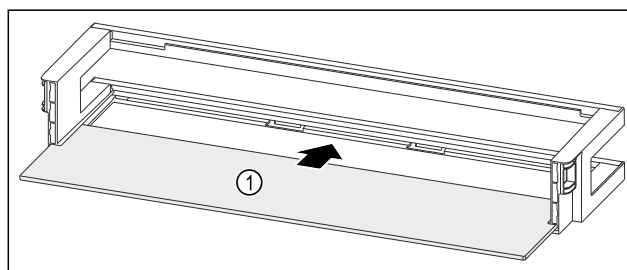

Fig. 165 Дверная полка со съемной полкой
- ▶ Вдвиньте съемную полку Fig. 165 (1) в боковые пазы.